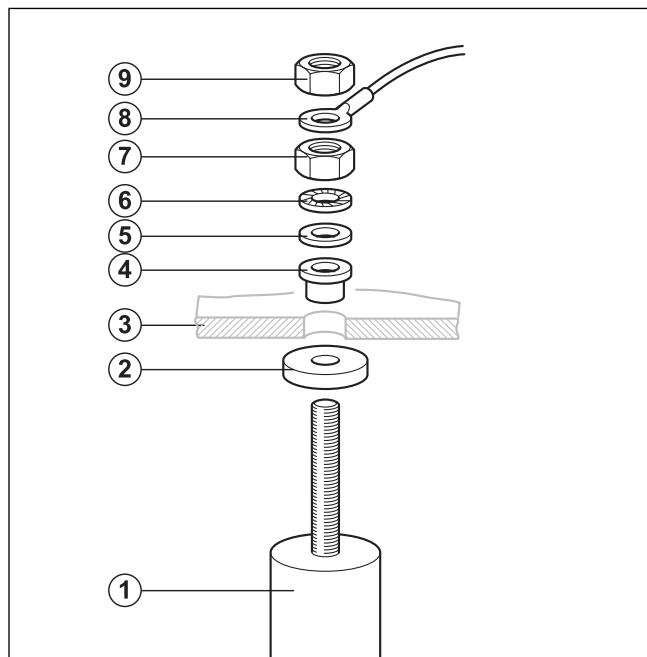

Fig. 21 Remplacer l'anode en magnésium
- ▶ Monter la nouvelle anode en magnésium avec les pièces jointes à la livraison (→ fig. 21).